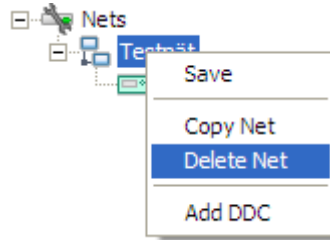

Bild 13 - Ta bort ett nät direkt i trädstrukturen.
- 1) Markera aktuellt nät i trädstrukturen och högerklicka på det, välj alternativet "Delete Net" för att ta bort nätet (se Bild 13).